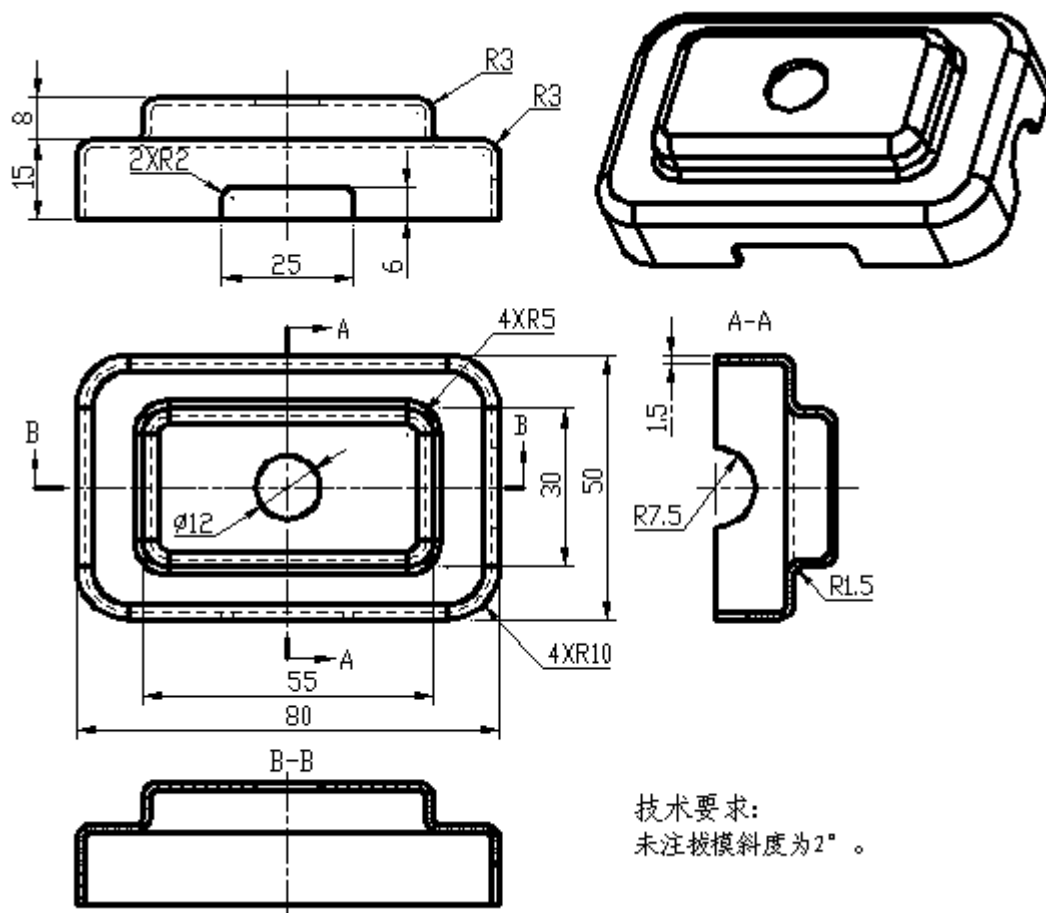

图 2-18 机盖
按照图2-18的要求，进行机盖塑件造型及注射模具型腔、型芯零件设计。
- (1) 在F盘下建立考生文件夹，文件夹名称为考生准考证号，塑件三维造型及型腔、型芯设计所完成后的文件都存于此文件夹中。
- (2) 根据图2-18对该塑件进行三维造型设计，文件名称为3DSJ。
- (3) 完成该塑件的注射模具型腔、型芯零件设计，一模两穴。
- (4) 分模文件名称为SJFM，型腔（cavity）和型芯(core)。